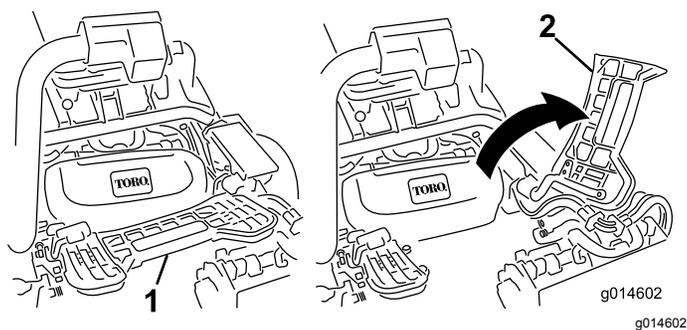

图11
7. 如果安装中间滚刀组应提起搁脚板向上翻以便接触到中间滚刀组位置图11。